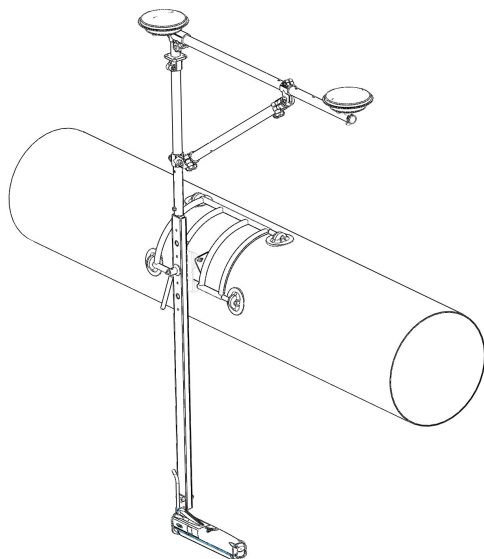

**Рисунок 2. Установка на штангу (левый борт)**
- 7) Установить набор на рукоятку штанги KIT011 (**см. Рисунок 2**);